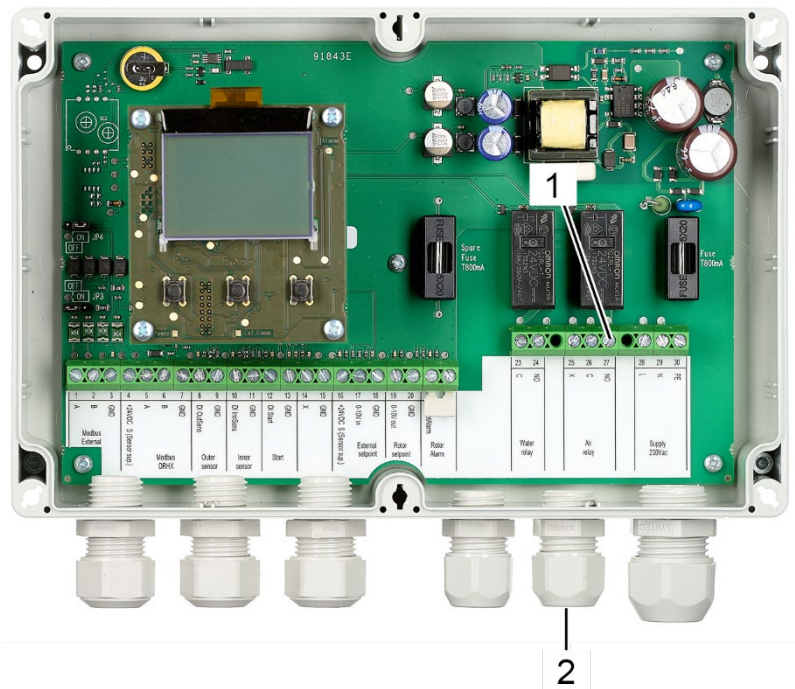

Abbildung 91: Terminals Druckluftrelais
27. Führen Sie die Kabel des Druckluftrelais (Stromversorgungsleitung und Nullleiter) durch die Kabelbuchse (Abbildung 91/2).
28. Schließen Sie des Stromversorgungskabels des Druckluftrelais an Buchse 27 (Abbildung 91/1, NO) an.